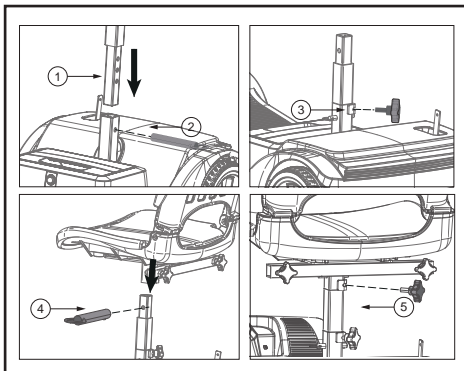

Abbildung 12
2. Ändern Sie die Position des Sitzpfostens und setzen Sie den Sicherungsstift wieder ein (siehe **Abbildung 12**).